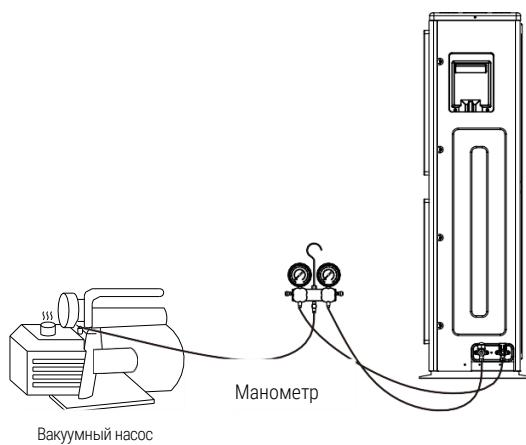

Рис. 3-11 Принципиальная схема работы вакуумной откачки
6. После вакуумирования сначала закройте все клапаны манометра, затем выключите вакуумный насос, не демонтируя соединение, и поддерживайте давление в течение 10 минут. Давление в системе охлаждения не должно превышать 90 па (абсолютное давление). Порядок работы приведен на рис. 3-11.